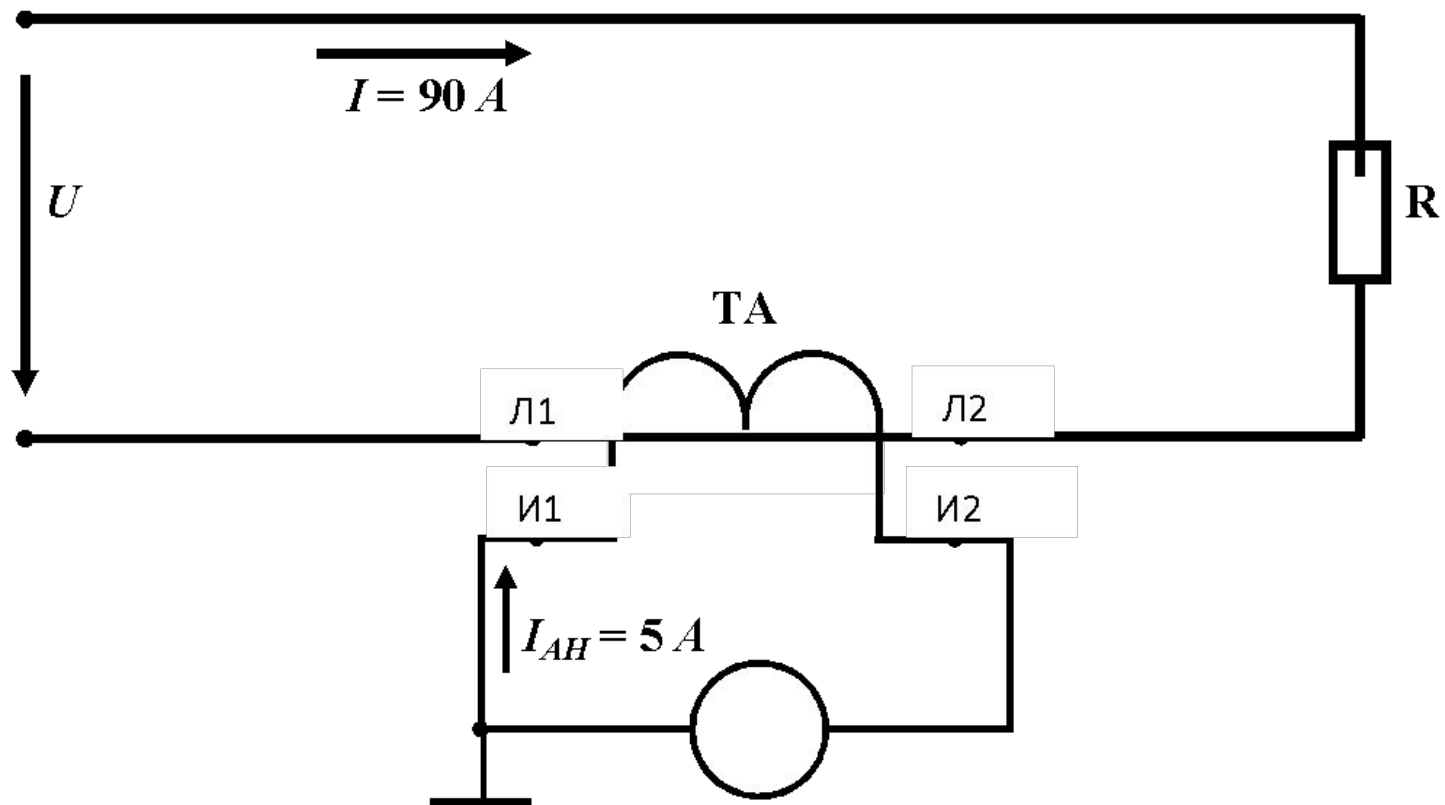

Рис. 5. Схема измерения тока I с помощью амперметра A через трансформатор тока $ТA$.
- Расширение пределов измерения приборов может также осуществляться путем использования трансформатора тока ТА (рис. 5) и трансформатора напряжения TV (рис. 7), которые преобразуют большие токи и напряжения соответственно в токи и напряжения стандартной величины (5 А и 100 В).
- Решение: чтобы амперметром A , имеющим предел измерения 5 A , измерить переменный ток $I = 90 \text{ A}$, необходимо подключить его к обмотке трансформатора тока ТА с коэффициентом трансформации $K = 100/5 = 20$. (Рис. 5)